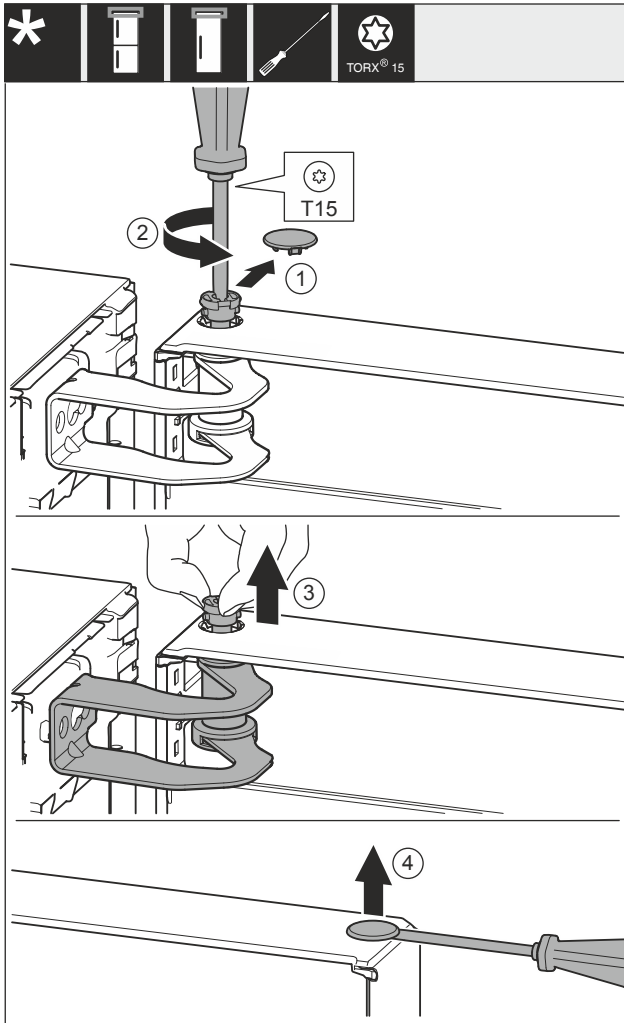

Fig. 10
- Abdeckung Fig. 10 (1) vorsichtig entfernen.
- Bolzen Fig. 10 (2) mit Schraubendreher ein Stück herausdrehen.
- Bolzen Fig. 10 (3) mit den Fingern herausziehen.
- Abdeckung Fig. 10 (4) vorsichtig mit einem Schraubendreher anheben und entfernen.